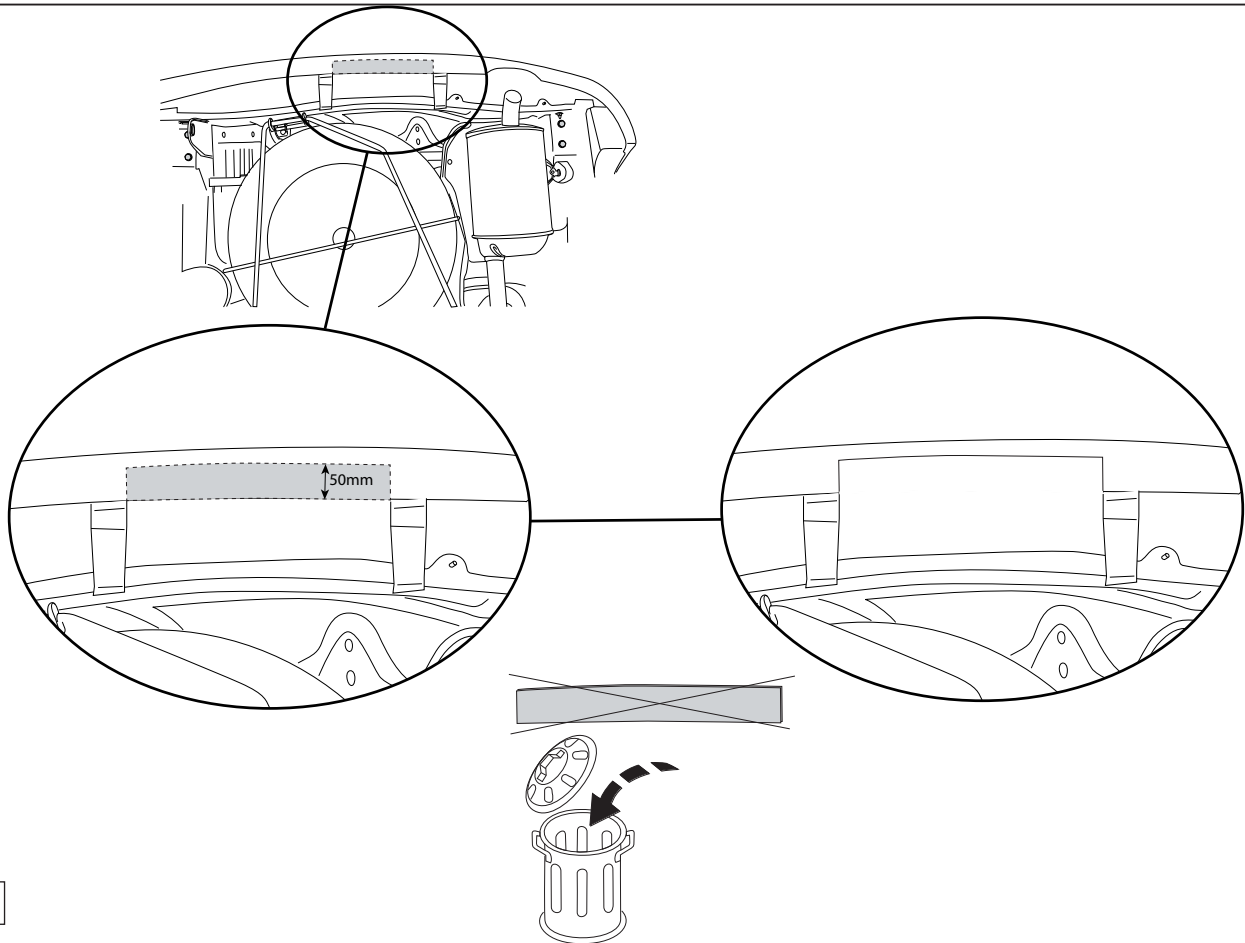

Fig.3
5. Выпилить обозначенную часть, как указано на рис. 3 и 4.